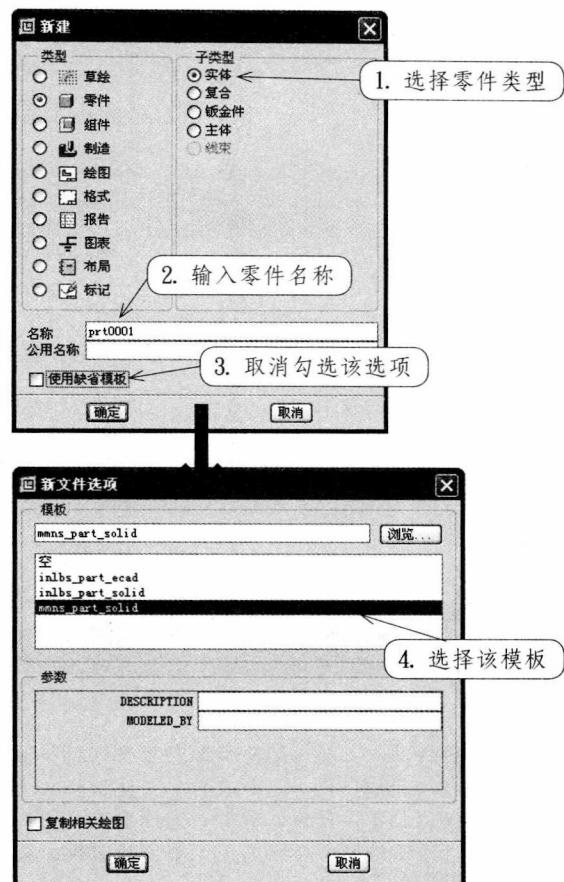

图 1-15 新建文件
- ① 单击“新建”按钮，打开“新建”对话框。
- ② 在“新建”对话框中的“类型”选项组中，选中“零件”单选按钮，在右边的“子类型”选项卡中选中“实体”单选按钮，在“名称”文本框中输入需要的文件名，取消选中的“使用缺省模块”复选框，然后单击“确定”按钮。
- ③ 弹出“新文件选项”对话框，在“模板”选项组中选择 mmns_part_solid 选项，单击“确定”按钮，即可进入零件设计环境，如图 1-15 所示。